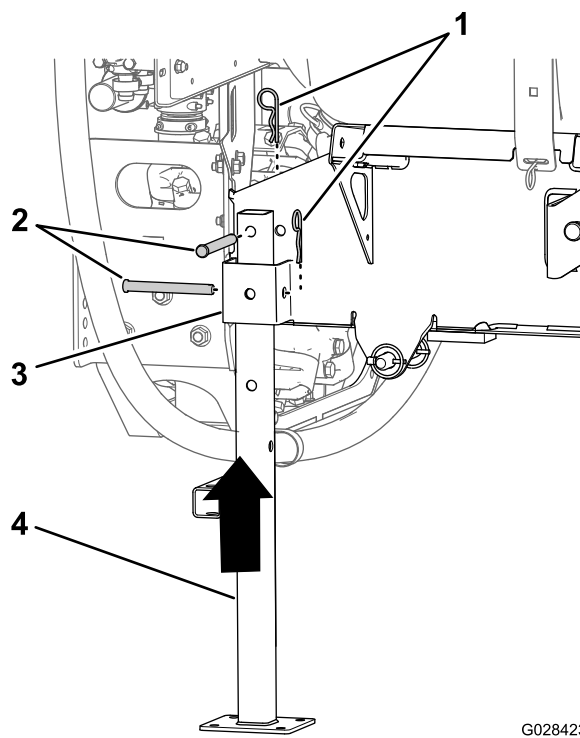

Bild 100
5. Richten Sie den hinteren Stützbock an der hinteren Stützbockaufnahme aus (Bild 100).
6. Fluchten Sie das Loch oben am Stützbock mit dem Loch im Rahmen des Behältergestells aus (Bild 100)
7. Befestigen Sie den Stützbock mit zwei Lastösenbolzen (1/2" x 4 1/2") und zwei Sicherungsstiften (5/32" x 2 5/8") an der Aufnahme und dem Rahmen, wie in Bild 100 dargestellt.